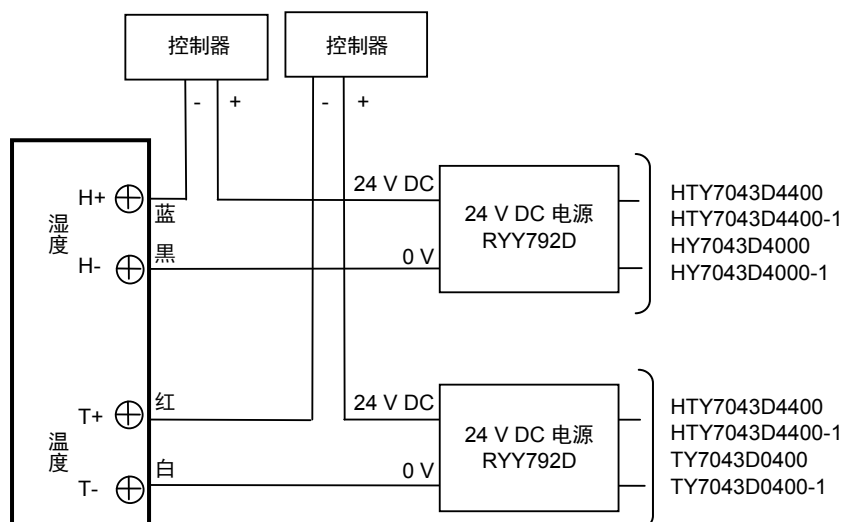

图 15. DC 电源型 (2 线式) 接线图
- 3) 连接本体单元的引线及外线(负荷侧)(参考图15)。
- 4) 连接本体单元的引线及外线(负荷侧)(参考图15)。